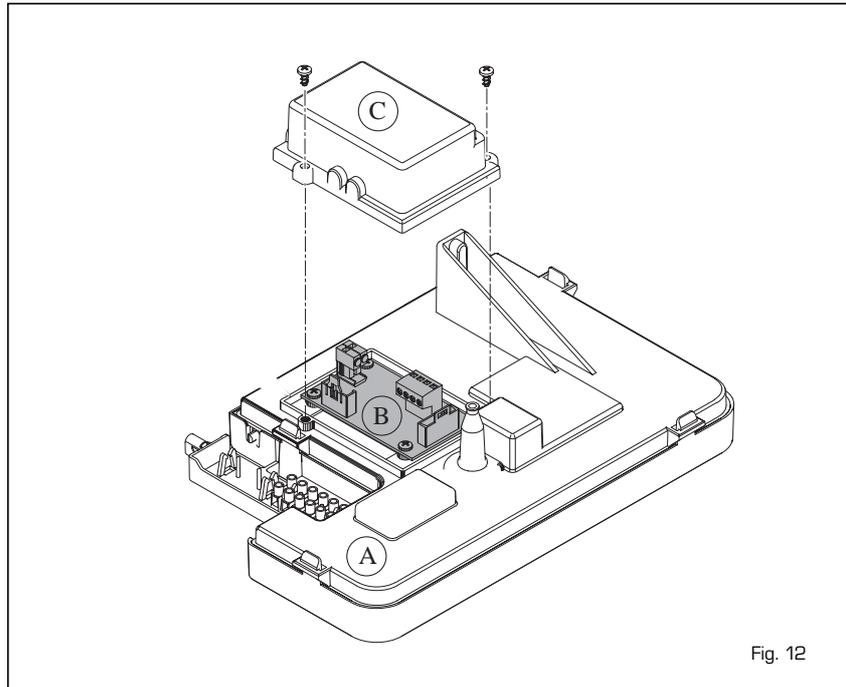

Fig. 12
2.11.1 Collegamento comando remoto CR 83 fornito con la caldaia (fig. 12)
Per accedere allo schedino espansione (EXP) posto sul retro del pannello comandi vedere la fig. 12. Per il montaggio e l'uso del comando remoto CR 83 seguire le istruzioni fornite nella confezione del comando.